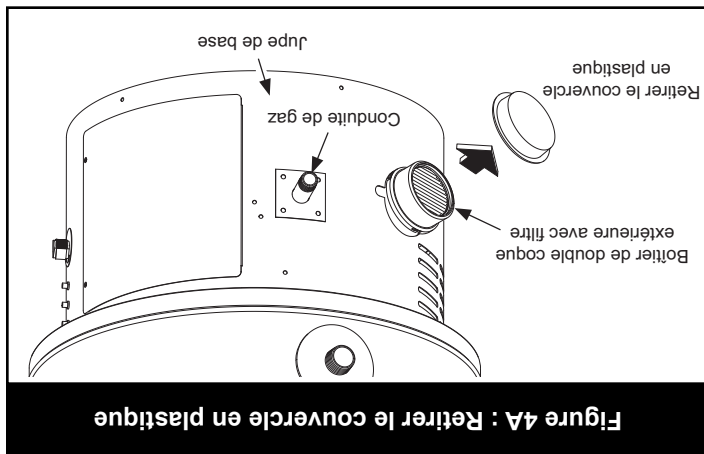

Figure 4A : Retirer le couvercle en plastique
- Enlever et jeter le bouchon en plastique du boîtier de la double coque extérieure (voir Figure 4A).